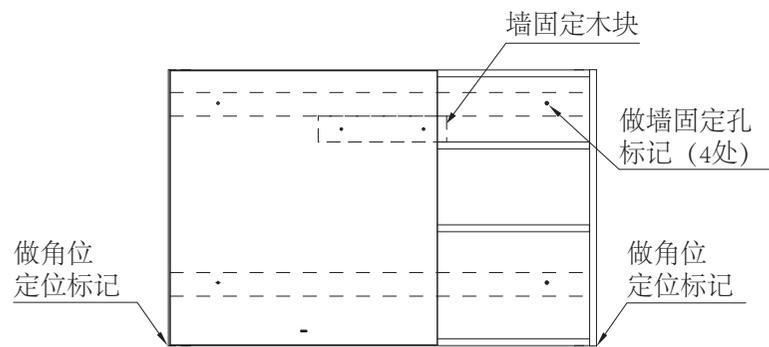

图3
①将化妆镜挂在固定好的墙固定木块上（墙固定木块起到临时固定作用）；
②左右移动调整化妆镜的位置，调整至居中放置，两端做角位定位标记；
③如图3所示，在化妆镜的墙固定孔位置做好标记(4处)；